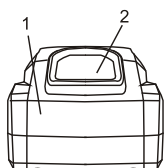
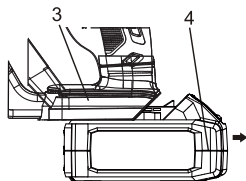

Fig. 1
Fig. 2
1. Retirer le bloc-batterie déchargé (1) de l'outil en appuyant vers le bas sur le bouton d'éjection (2) situé à l'arrière de la batterie (Fig.1) et en tirant le bloc-batterie hors de la poignée (3) de l'outil (Fig.2).